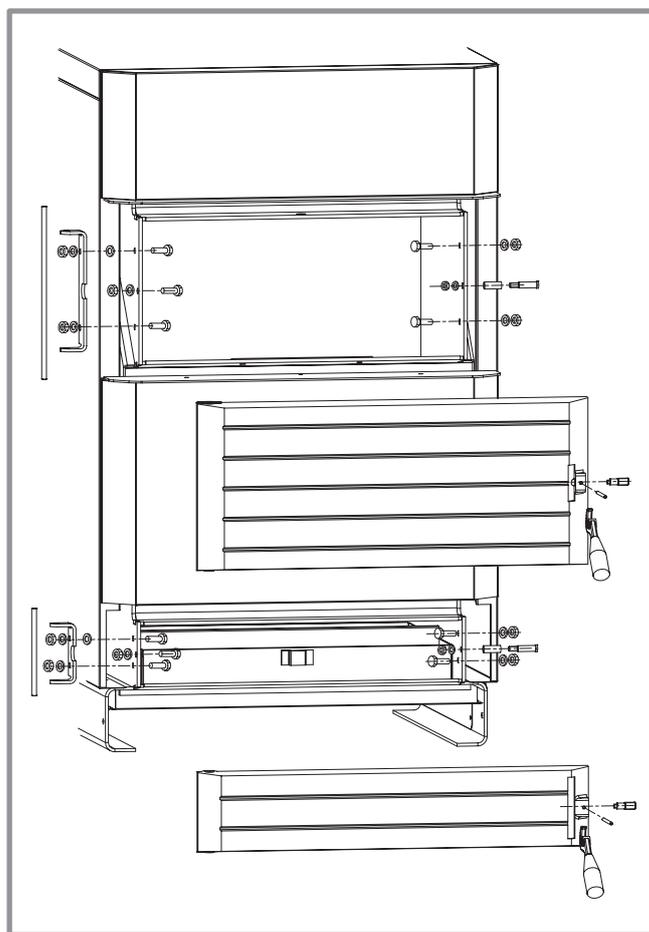

figure 8 - Portes réversibles
- Enlever l'axe de la porte et déposer la porte (figure 8).